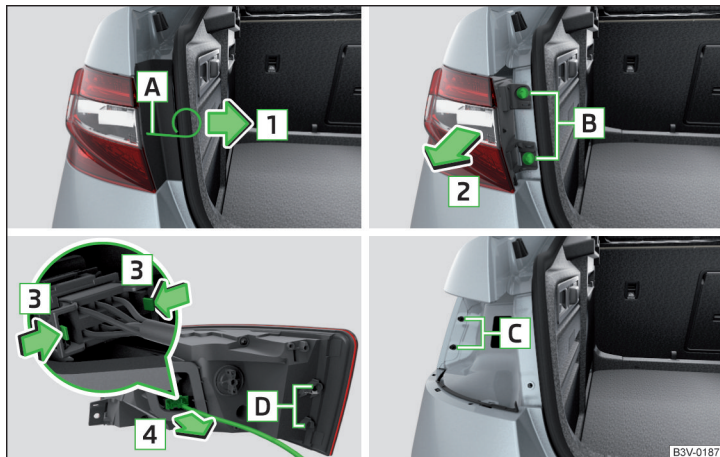

Fig. 274 Demontarea lămpii/scoaterea conectorului
- În orificiul **A** » fig. 274, introduceți cârligul pentru tragerea capacelor integrale de roată » pagina 230, Trusa de scule.
- Împingeți conectorul contrar sensului săgeții **4** » fig. 274 în blocul optic.